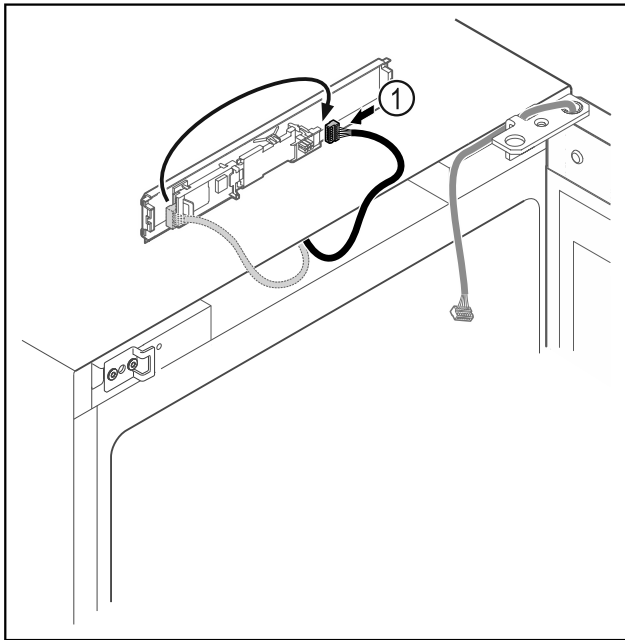

Fig. 19
- Flyt stikket Fig. 19 (1) på printkortet.